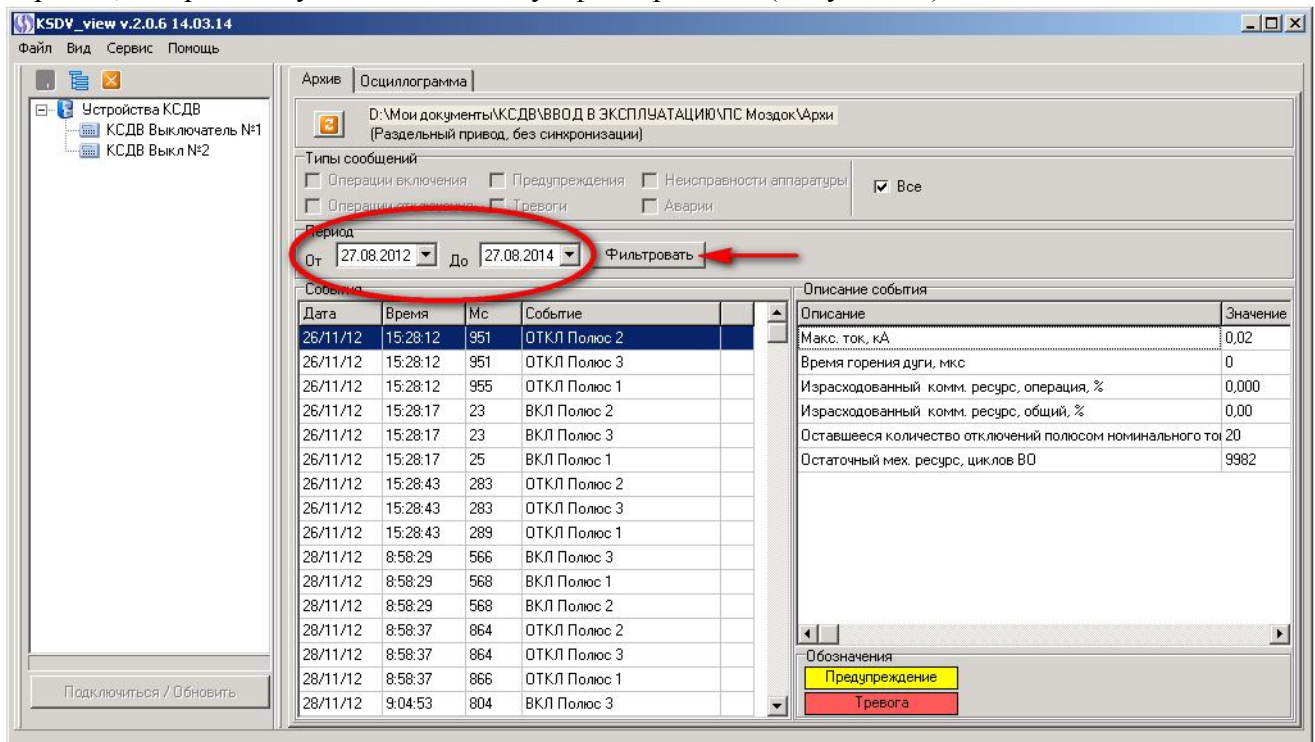

Рисунок 17
3.4.4.18 Выбрать нужный КСДВ в списке слева двойным щелчком мыши. Выбрать пункт «Архив», выбрать дату и нажать кнопку «фильтровать» (Рисунок 17)